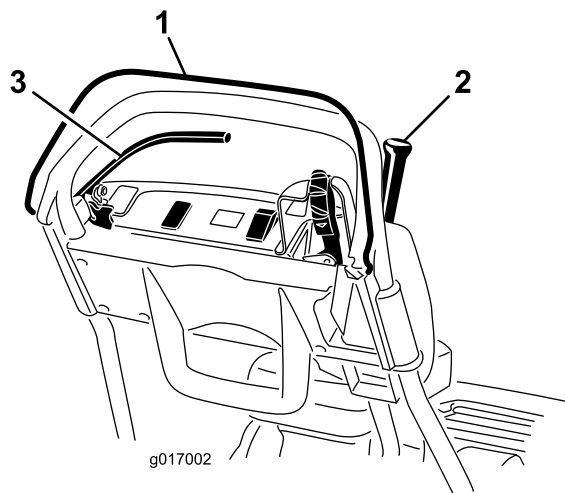

Рисунок 34
- Попробуйте привести в действие рычаг управления тягой при ненажатом механизме контроля присутствия оператора (Рисунок 34). Рычаг управления тягой не должен включаться. Если рычаг управления тягой включается, система блокировки нуждается в обслуживании. Устраните неисправность до начала работы на машине; см. Обслуживание блокировочного выключателя тяги \(страница 40\).
- При нажатом механизме контроля присутствия оператора и включенном рычаге управления тягой отпустите механизм контроля присутствия оператора (Рисунок 34). Рычаг управления тягой должен отключиться. Если рычаг управления тягой не отключается, то система блокировки нуждается в ремонте. Устраните неисправность до начала работы на машине. См. раздел Обслуживание блокировочного выключателя тяги \(страница 40\).
- При нажатой рукоятке КПО передвиньте рычаг влево, чтобы включить привод барабана и тяговый привод, а затем отпустите рукоятку КПО (Рисунок 34). Рычаг